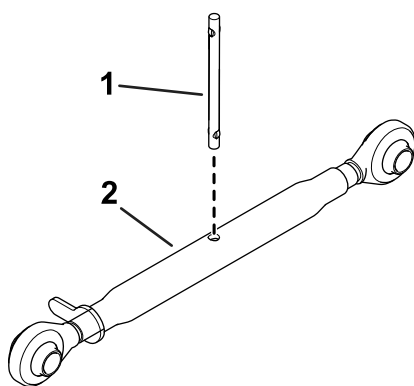

Figura 5
- Instale la varilla en el brazo superior (Figura 5).